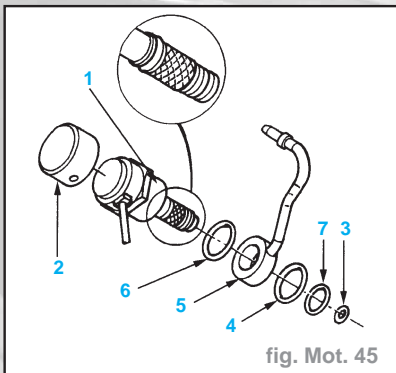

fig. Mot. 45
- Replacer dans l'ordre le joint (4) du raccord "banjo" de retour (5); l'actuateur neuf (1) muni du tamis extérieur, ainsi que les deux joints (6) et (7) (fig. Mot. 45)